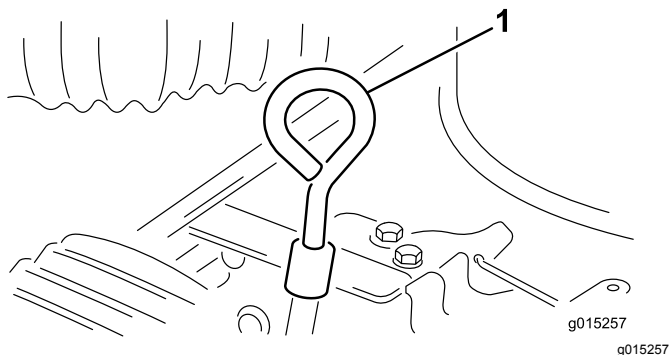

图8
2. 清洁量油尺周围的区域防止灰尘落入注油孔并损坏发动机。图8